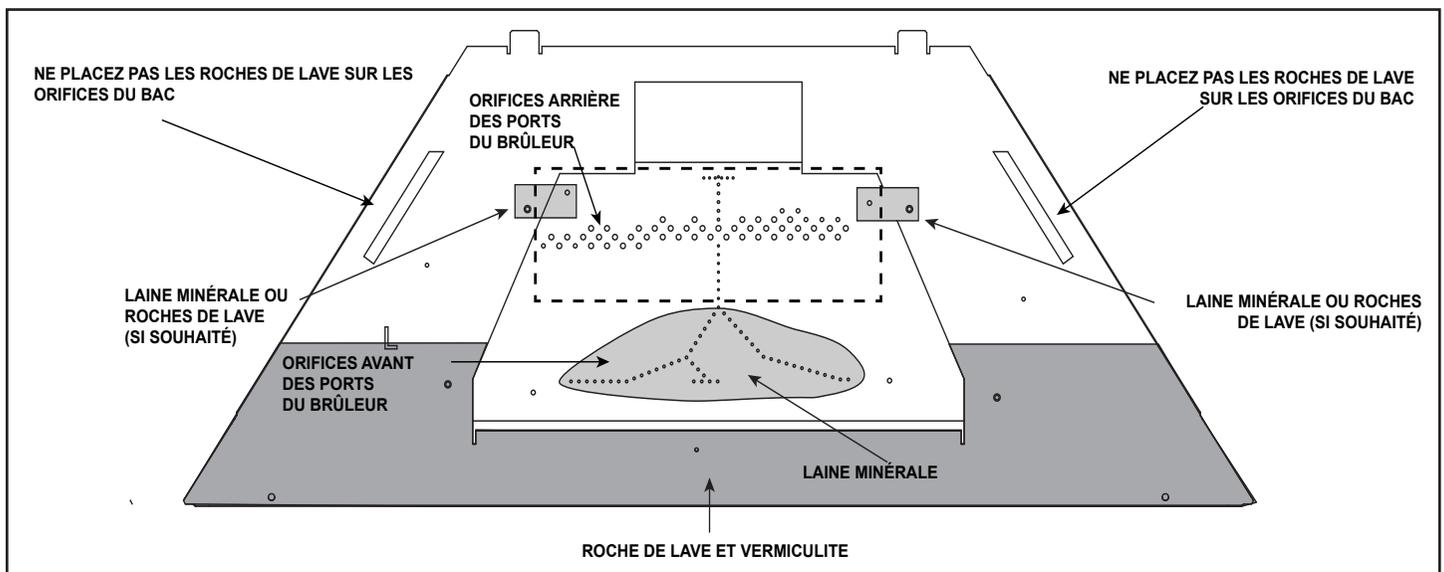

Figure 11.3 Disposition de la laine minérale, de la roche de lave et de la vermiculite
- Placez une petite quantité de morceaux d'un diamètre de 12,7 mm (1/2 po) de laine minérale sur la plaque du brûleur, comme le montre la figure 11.3. La laine minérale peut être placée librement sur les orifices des ports du brûleur dans le bac du brûleur. NE les pressez PAS dans les orifices des ports du brûleur. Cela permet d'obtenir un « effet de braises ».
Placez les roches de lave en une couche uniforme juste assez pour couvrir la surface métallique. Demeurez dans la zone indiquée sur la figure 11.3. Il n'est pas nécessaire d'utiliser le sac en entier. Conservez le reste pour un usage ultérieur.
Étalez la vermiculite de manière légère et uniforme sur la roche de lave. Demeurez dans la zone indiquée sur la figure 11.3. Il n'est pas nécessaire d'utiliser le sac en entier. Conservez le reste pour un usage ultérieur.